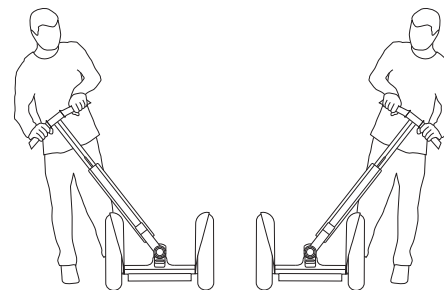

Abbildung 6: Überprüfen Sie die LeanSteer-Lenkstange
5. Lehnen Sie die LeanSteer-Lenkstange bei ausgeschaltetem Segway PT (AUS) vollständig nach links und rechts, bis sie den jeweiligen Kotflügel berührt (siehe **Abbildung 6**).